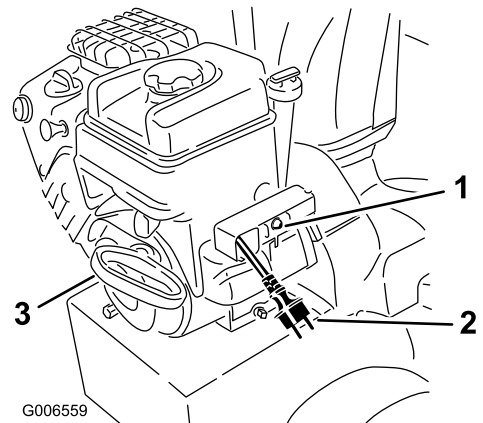

Figure 24
7. Démarrez la fraise à neige en tirant sur le lanceur ou en appuyant sur le bouton du démarreur électrique (Figure 24).